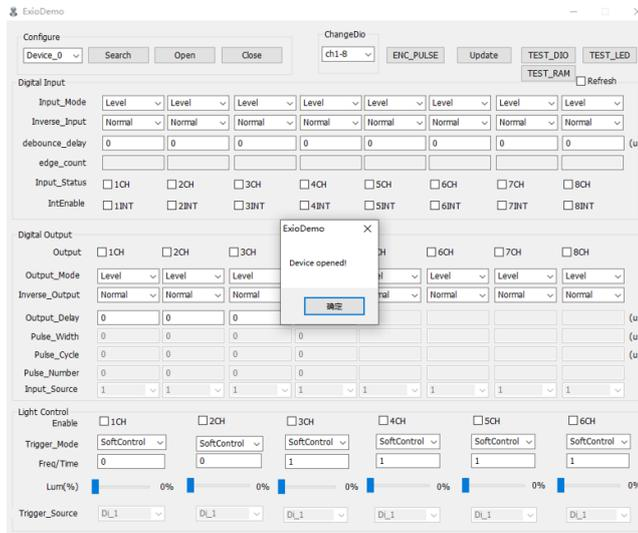

图 3-4 控制卡 DEMO 设备打开正常弹框
- 2、点击“搜索设备”→“打开设备”，此时控制卡已可正常使用，如图 3-4 所示：